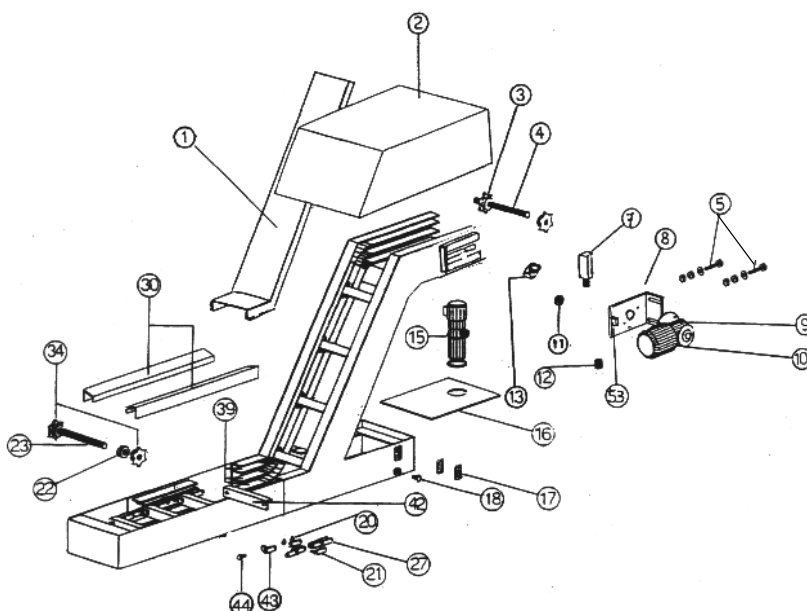

Fig. 13 - Parti di un generico trasportatore.
Elenchiamo di seguito una semplice procedura da utilizzare durante le verifiche periodiche sull'evacuatore trucioli. In questa procedura facciamo riferimento alla **Fig. 13** che schematizza un generico trasportatore di trucioli.
- ◆ togliere le protezioni asportabili (**Pos. 1,2,12**), i copriallette (**Pos. 30**) come indicato nella **Fig. 13**.
- B) gli organi di trasmissione **non siano danneggiati o usurati** (vedere **Fig. 13**):
- catena (**pos. 27**)
- guide (**pos. 39**)
- pignoni (**pos. 3,34**)
- pale draganti (**pos. 4**)
- coprialette (**pos. 30**)
- ◆ Per ottenere un ottimale tensionamento del nastro trasportatore è necessario agire sulle apposite slitte tenditrici (**Pos. 53 Fig. 13**).